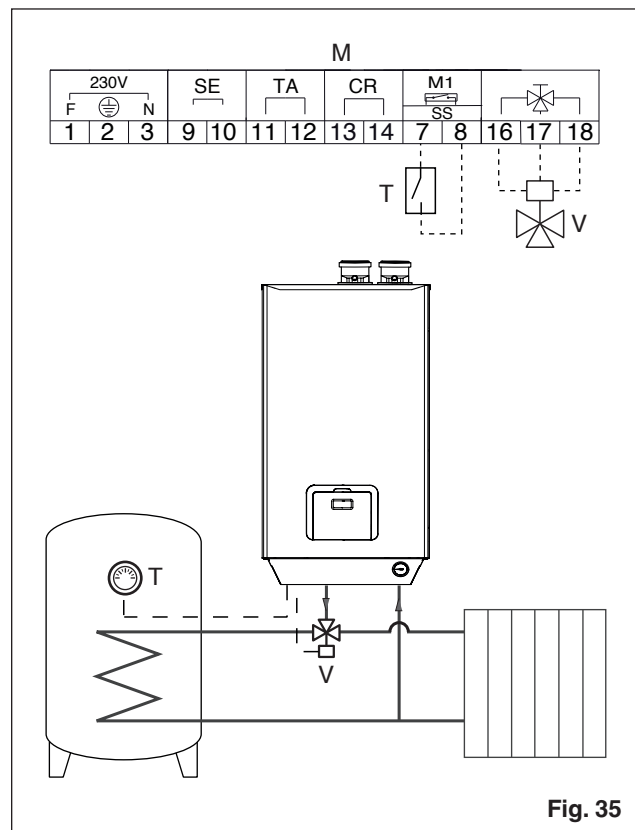

Fig. 35
- Realizar el circuito hidráulico representado en Fig. 35
- Conectar eléctricamente la válvula de desvío (V) a los contactos 16, 17 y 18 de la regleta de conexión de la caldera (M)
- Conectar los contactos del termostato de regulación del calentador (T) a los contactos 7 y 8 de la regleta de conexión de la caldera (M)